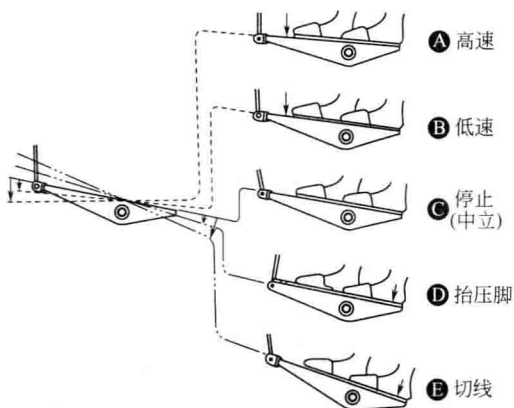

图 1-2 踏板的操作
作,如图 1-2 所示。
① 向前轻轻踩下踏板时为低速运转 (图 1-2, B)。
② 再用力向前踏板为高速运转 (图 1-2, A) (但在自动回针开关处在已设定状态时,其回针后再高速运转)。
③ 若将踏板返回中立状态,缝纫机停止运转 (图 1-2, C; C 停止位置设定后,上停位或下停位停针)。
④ 向后倒踩踏板进行切线动作。然后机针在上停位停机 (图 1-2, E)。
在使用自动压脚提升装置时,在停止和切线之间增加 1 级开关,即向后轻轻倒踩踏板时压脚抬起 (图 1-2, D),在用力向后踩踏板时压脚下降,并进行切线动作。然后在机针停在上停位后,压脚被抬起。